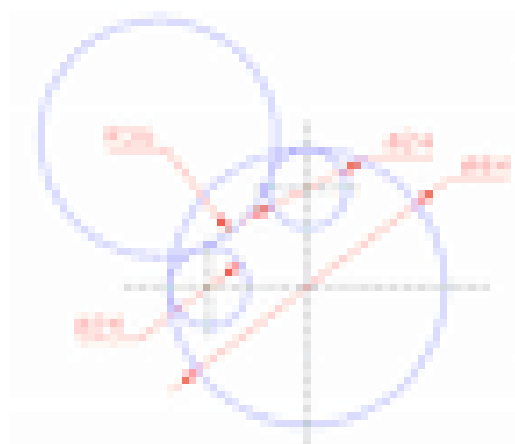
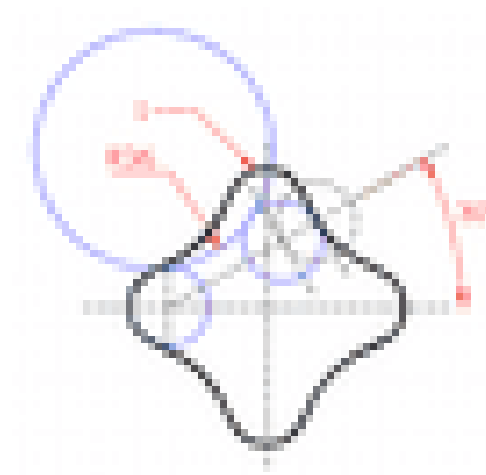
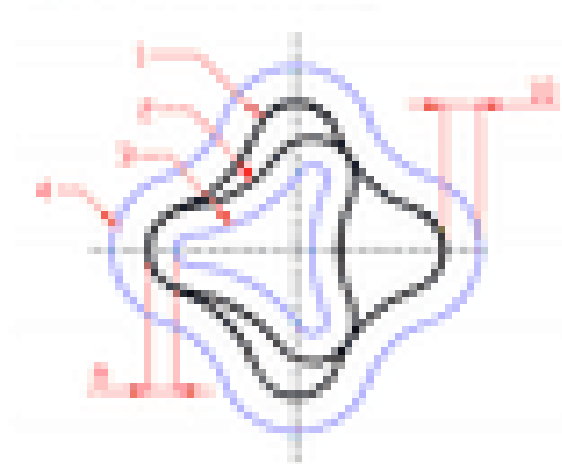
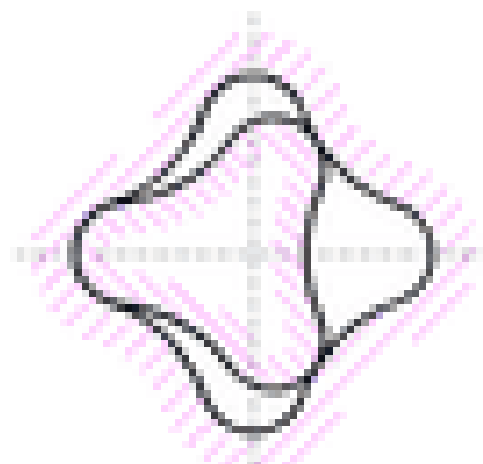

Рис. 2.
Рис. 3.
Рис. 4.
Рис. 5.
14. Самостоятельно выполните построения согласно чертежам на рис.2, рис.3, рис.4 и рис.5.
- 14.1. Вспомогательные построения, показанные на рис.2 и рис.3 используются для построения сопряжения двух окружностей другой заданного радиуса. Исполните вспомогательные построения на рис.2 для построения фигуры 1 (см. рис.3,4), а на рис.3 для построения фигуры 2 (см. рис.4).
- 14.2. Фигура 1 на рис.4 получена при помощи команды ПОВТОРЕНИЕ. Для рисования вспомогательных построений использовались команды КОПИРОВАТЬ и Вставить «КРУГ», для точек касания, радиус. Для вспомогательных построений фигуры 2 использовалась команда ПЕРКАЛО.
- 14.3. Для построения фигур 3, 4, показанных на рис.4 используйте командой СМЯГЧЕНИЕ .
- 14.4. Штриховку на рис.5 нанесите после знакомства с прикладной работой №5, в которой подробно описан процесс нанесения штриховки.